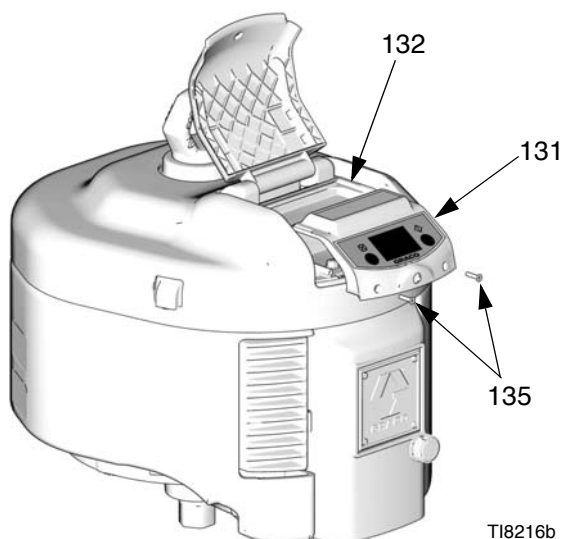

Рис. 4. Удалите модуль DataTrak
1. Выкрутите два винта (135). Осторожно выдвиньте модуль DataTrak (131) из корпуса (132). См. Рис. 4.